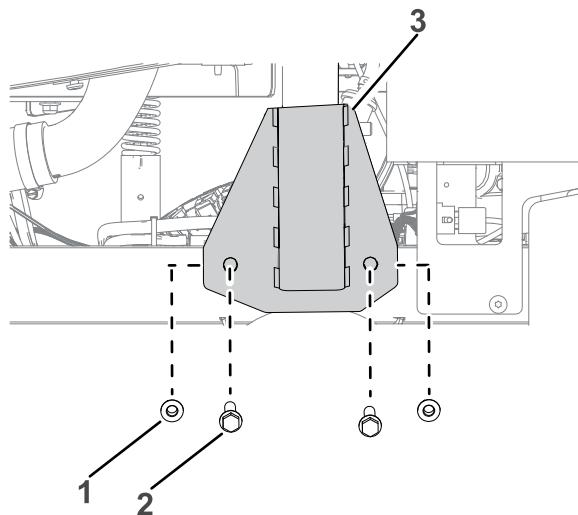

Figure 5
1. Montez le support du ROPS sur le cadre de la machine, au-dessus de l'essieu, comme montré à la Figure 5. Répétez la procédure de l'autre côté.